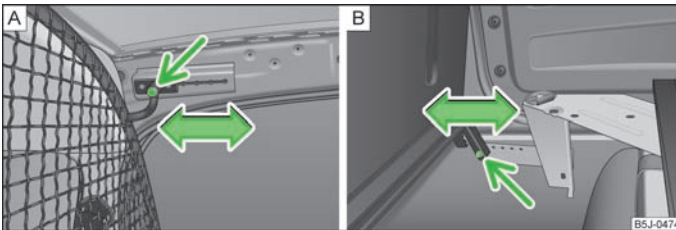

Abb. 157 Obere/untere Aufnahme der Sicherheitstrennwand
- › Auf jeder Seite im oberen Bereich der Karosserie eine Schraube » Abb. 157 - A und im unteren Bereich eine Schraube » Abb. 157 - B herausrauben.